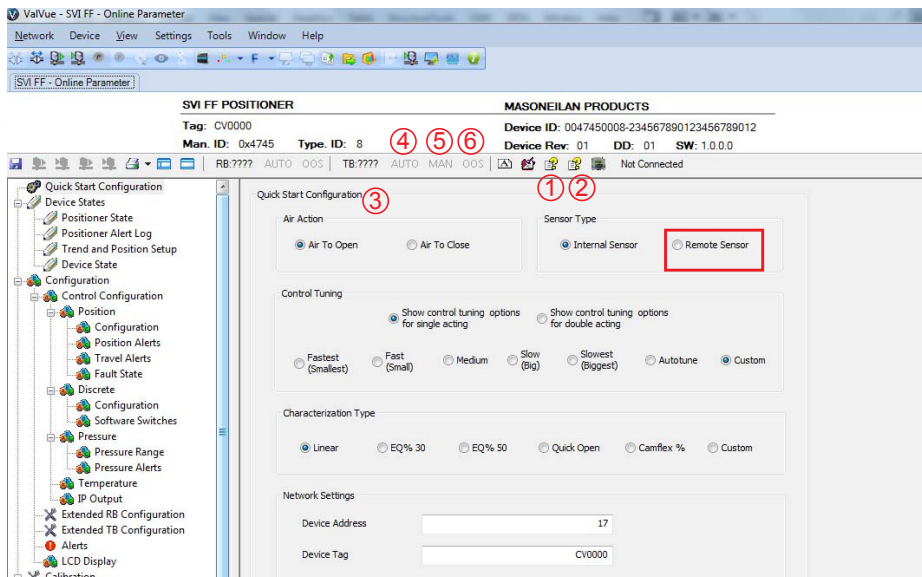

Рисунок 24 SVI FF DTM
4. Нажмите **Man (ручной)** на панели инструментов, чтобы переключиться в *ручной режим* (на рис. 24). (5)